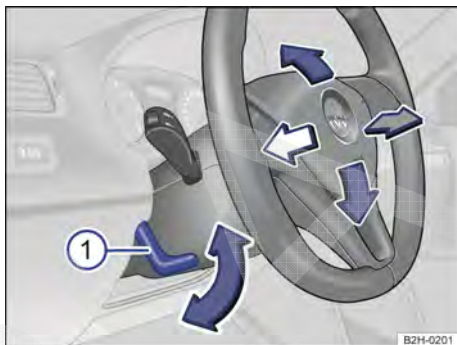

Fig. 45 Ajustar a posição do volante mecanicamente.
- Virar a alavanca → Fig. 45 ① para baixo.